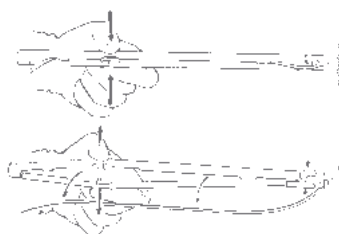

Figure 5
- L'abord chirurgical doit offrir suffisamment de place pour permettre l'ouverture complète de l'introducteur FasTac lorsque celui-ci est maintenu en position d'implantation (voir la figure 5).
La sonde peut être implantée par thoracotomie sous-xyphoïdienne limitée, par sternotomie médiane ou par un autre abord chirurgical similaire. L'abord chirurgical doit offrir suffisamment de place pour permettre l'ouverture complète de l'introducteur FasTac lorsque celui-ci est maintenu en position d'implantation (voir la figure 5).
Pour libérer la sonde de l'introducteur FasTac, appuyer fermement de chaque côté de l'introducteur sur les points situés entre les deux flèches et relâcher rapidement pour permettre l'ouverture de l'introducteur (comme illustré à la figure 5). Ces points sont situés directement sur le mécanisme de verrouillage, à 9 cm environ de l'extrémité proximale de l'introducteur FasTac. Le corps et la tête de la sonde se détachent de l'introducteur FasTac. Vérifier que l'introducteur FasTac s'ouvre entièrement (comme illustré à la figure 5) avant de tenter de libérer l'introducteur de la tête de la sonde.
(Voir la figure 5)